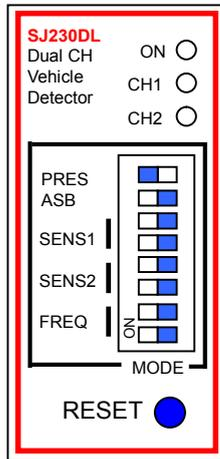

图 5: 前面板
前面板 (见图 5) 配置 1 个电源指示 (ON)，2 个通道状态显示 (CH1, CH2)，1 个 8 位 DIP 拨动开关和 1 个复位按钮 (RESET)。后面板 (见图 6) 配置 1 个单 11 芯插头 (86CP11)，并已标注供电电源电压等级。